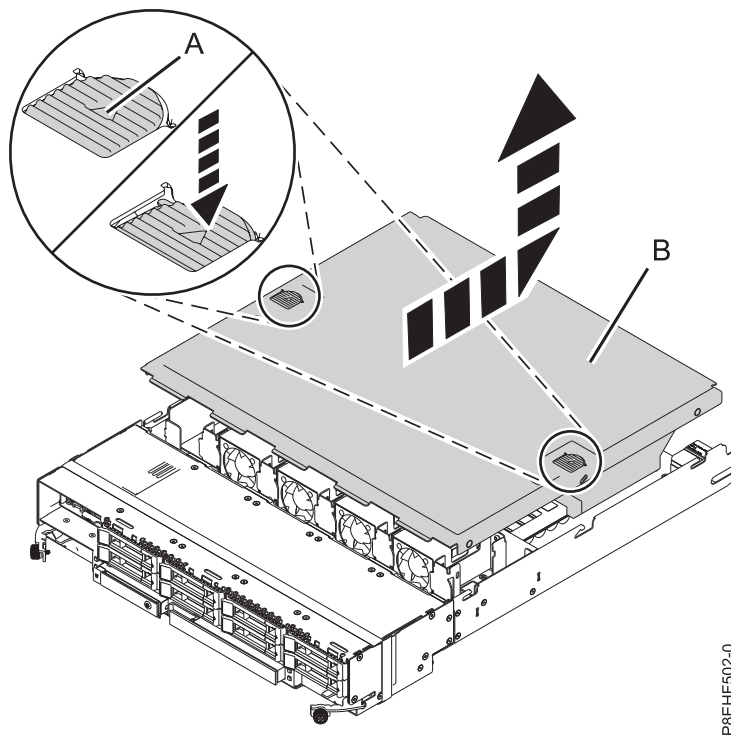

Abbildung 8. Abdeckung der RAID-Baugruppe ausbauen
5. Drücken Sie die Abdeckungsverriegelungen (**A**) der RAID-Baugruppe nach unten und schieben Sie dann die Abdeckung (**B**) in die Richtung, die in Abb. 8 auf Seite 11 dargestellt ist. Heben Sie die Ab-